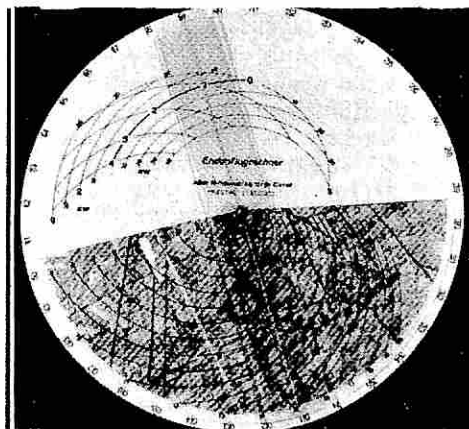

Fig. 11: Calcolatore Holtkamp I°.
- 4) L'**Holtkamp I** (fig. 11) ha un diametro di 20 cm, e una parte di carta 1/500.000 deve essere fissata sotto il disco girevole, ma non permette che il calcolo d'arrivo sull'aeroporto al centro della carta. Comunque molto pratico, con l'indicazione della rotta da seguire e il controllo permanente lungo tutto il percorso d'arrivo, della quota a cui ci si dovrebbe come minimo trovare.